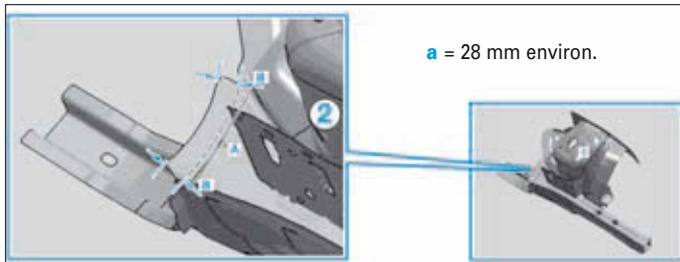

FIG. 47
- Tracer la ligne de découpe sur la pièce neuve (1) dans la zone (A) (Fig.47).
- Séparer le passage de roue avant (1) au niveau de la ligne de coupe.